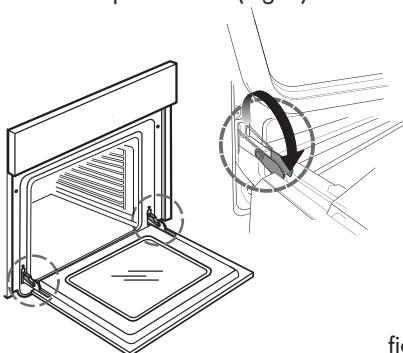

fig 1
2. Aixeca els ganxos i empença'l's al màxim cap endavant (Fig. 1).